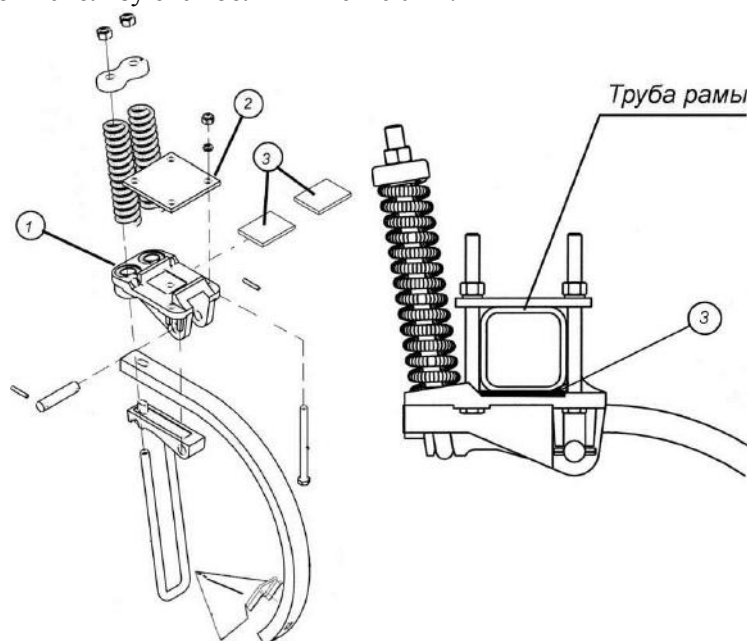

Рис. 4.5.1. Крепление стойки сошника на раму
4.5.2. Установите кронштейн стойки 1 в сборе (рис. 4.5.1) под раму посевного агрегата. Сверху на раму установите пластину 2 и закрепите четырьмя болтами (M16x170) и гайками, подложив пружинные шайбы, необходимо следить, чтобы головки болтов и пружины попали в соответствующие углубления.